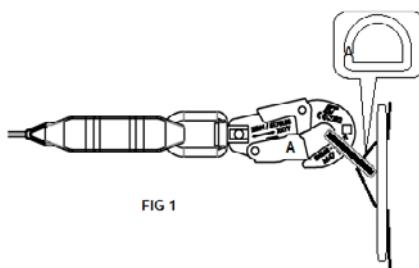

FIG 1
5. El extremo de la cinta retráctil se conecta al punto de fijación dorsal del arnés anticaídas mediante un conector de doble trinquete de seguridad (M47) según la norma EN 362:2004 (fig.1). Está prohibido el uso de un dispositivo de extensión entre el dispositivo anticaídas y el arnés. El blocfor™ 1.8 se puede conectar al punto de anclaje en la parte delantera y trasera del arnés.